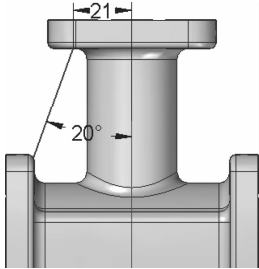

图 7-69 绘制草图
- (2) 在自动弹出的绘制草图界面绘制如图 7-69 所示的草图，单击  【确定】按钮。